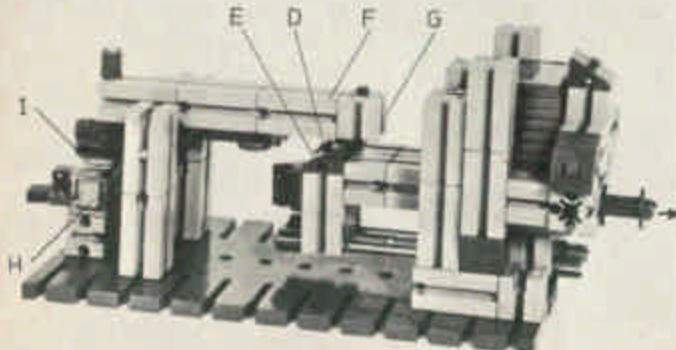

Abb. 4
3. Opbouw van de electro-magnetische vergrendeling volgens afb. 4. Als er een reep uit genomen is, wordt de schuif weer op zijn plaats teruggeduwd. Daarbij wordt de steunhendel F van de beide hoekstenen D en E opgelicht en komt bouwsteen G met een pin in de zijkant van de hoekstenen D en E te rusten. Pas als de ingebouwde electromagneet H spanning krijgt, trekt hij de plaat I aan en wordt de rusthendel F los gemaakt. Het commando "losmaken rusthendel" wordt gegeven door de muntinworp (b. v. een dubbeltje).